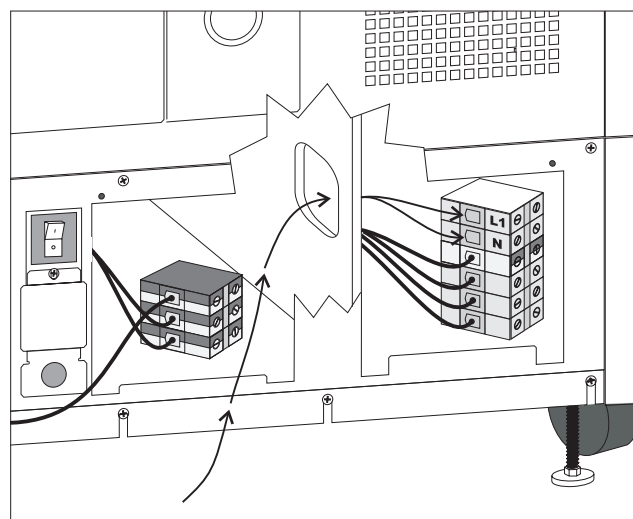

Рис. 4-4. Трасса входной проводной разводки
7. Пропустите провод L1 и провод нейтрали через отверстие трассы для проводной разводки и подведите их к клеммной колодке входной проводной разводки. См. на рис. 4-4 трассу входной проводной разводки.